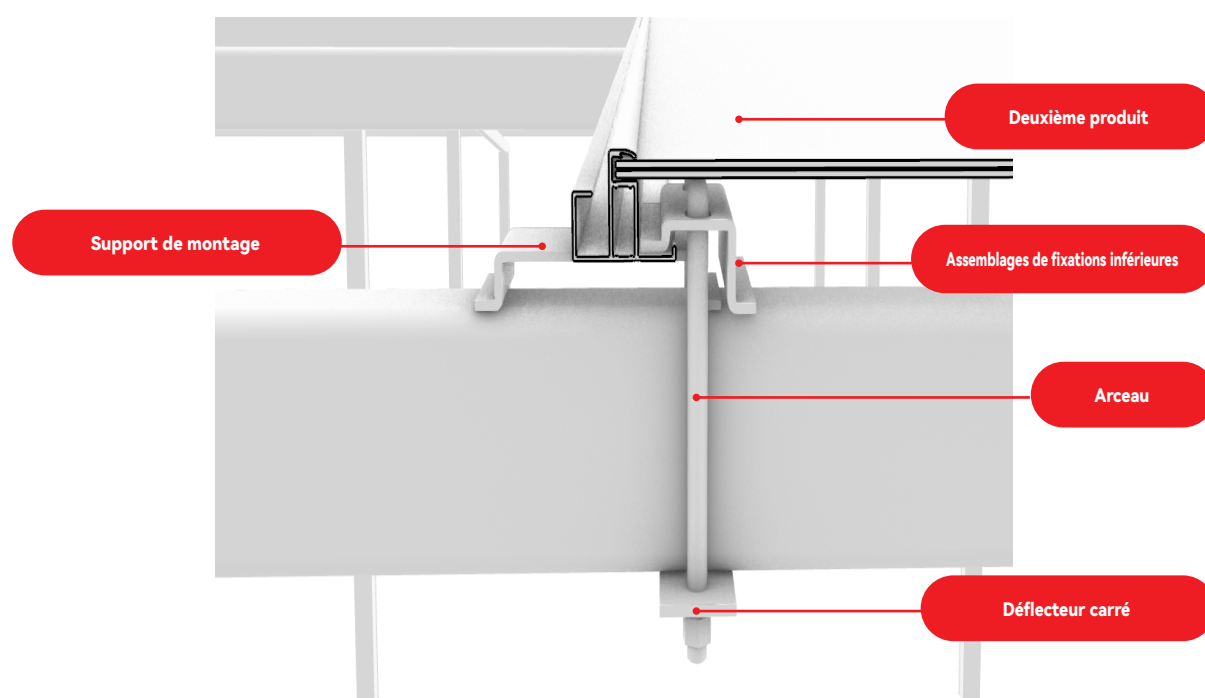

FIGURE 17
⑩ En se référant aux étapes d'installation du premier produit, installer le support et l'ensemble de fixation sur le côté gauche du fond du deuxième produit, dont la vue en coupe est illustrée à la figure 17.